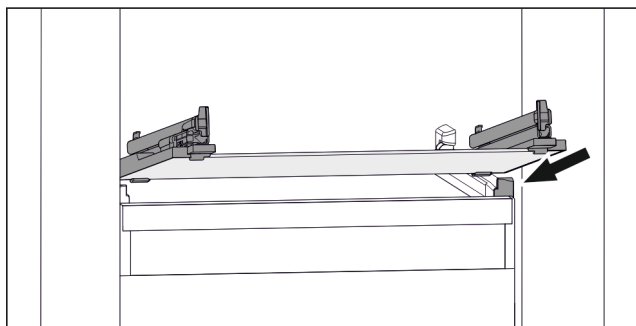

Fig. 119 Eksempel på fremstilling av glassplaten
- ▶ Sett glassplaten på skrå bak stopperne. (se Fig. 119)